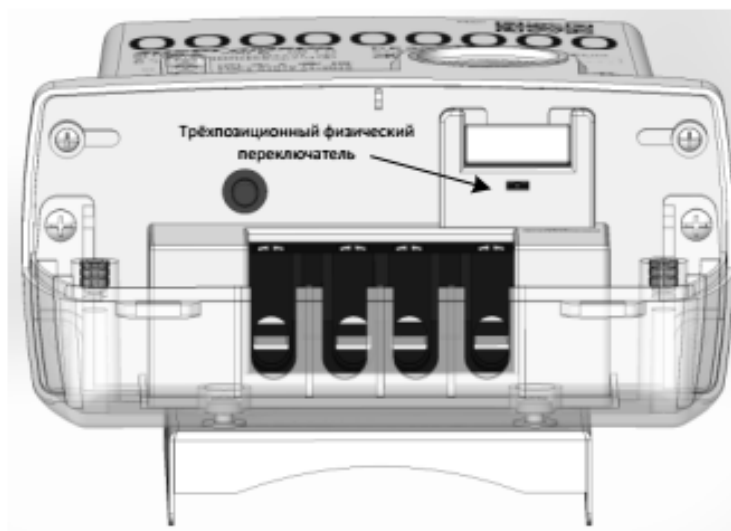

Рисунок 14 – Исполнения счетчиков СЕ208 С4 с трехпозиционным физическим переключателем.
- световой индикатор функционирования «СЕТЬ» (1);
- один световой индикатор учета активной энергии (А) и один световой индикатор учета реактивной энергии (R) (2);
- элементы оптического порта (3);
- трехпозиционный физический переключатель, см. рисунок 14;
- прозрачная крышка зажимов (4).